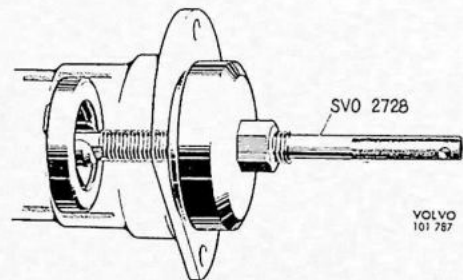
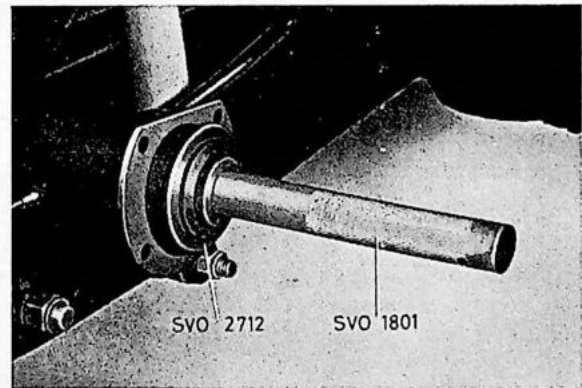

Fig. 4-85. Demontage van de binnenste oliekeerring
Fig. 4-86. Montage van de binnenste oliekeerring
12. Trek de binnenste oliekeerring eruit met trekker SVO 2728, zie Fig. 4-85. Drijf er de nieuwe keerring in met stempel SVO 2712 en SVO 1801, wat de oliekeerring automatisch op de juiste plaats in de achteraskoker brengt, zie Fig. 4-86.